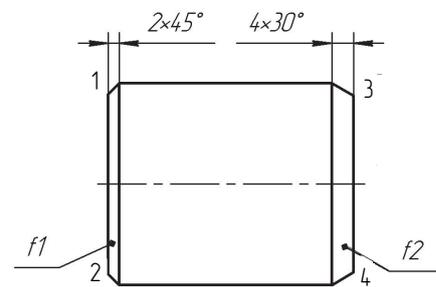

Рис. 1.21-1
На чертеже детали построить фаски по размерам, указанным на рис. 1.21-1.
3. В ответ на сообщение системы *Укажите первую кривую для построения фаски* указать курсором вертикальный отрезок 1–2 в районе точки 1 (рис. 1.21-1).